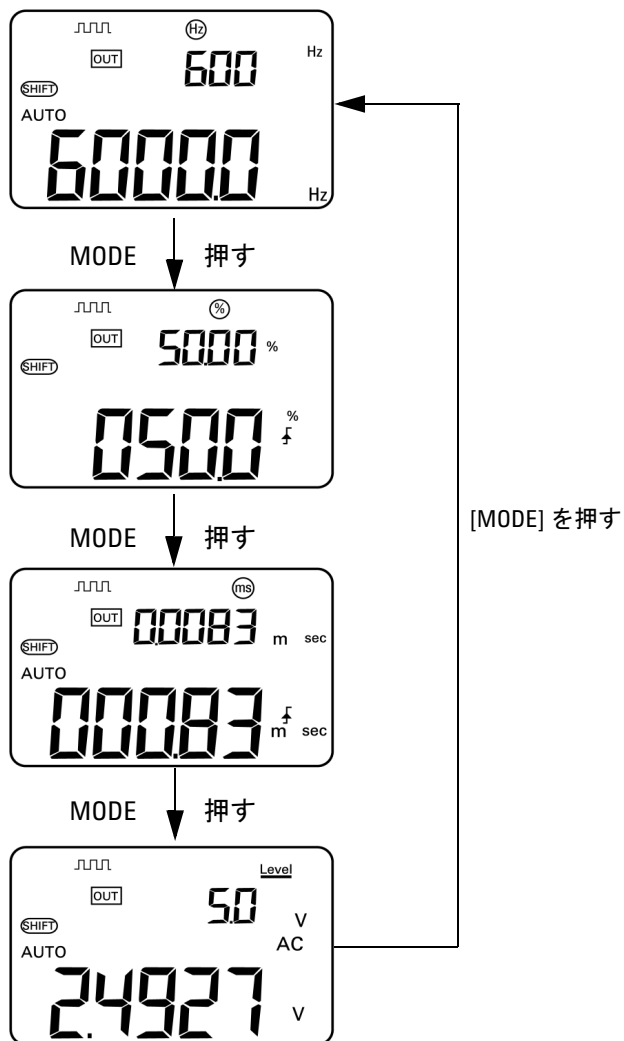

図 2-7 方形波出力のパラメータ選択
- パラメータのデフォルト設定は、150 Hz（周波数）、50.00%（デューティ・サイクル）、3.3333 ms（パルス幅）、+5 V（振幅）です。図 2-7 を参照してください。